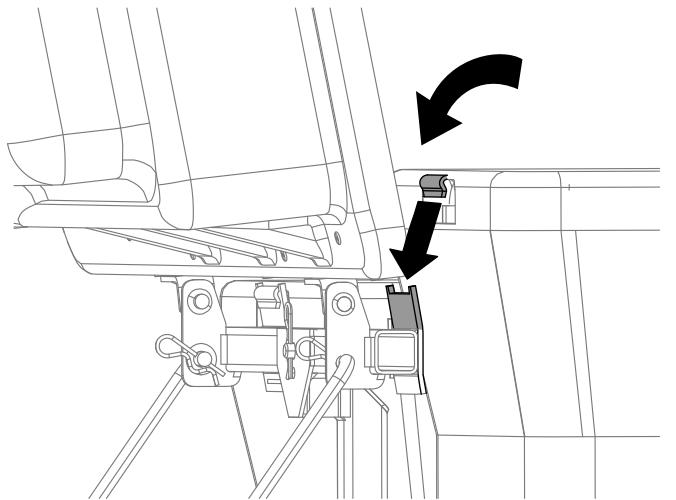

図 12
4. バガートップを持ち上げ、バッグフレームのフックをリテナブラケットにセットしてバッグを取り付ける図 12。